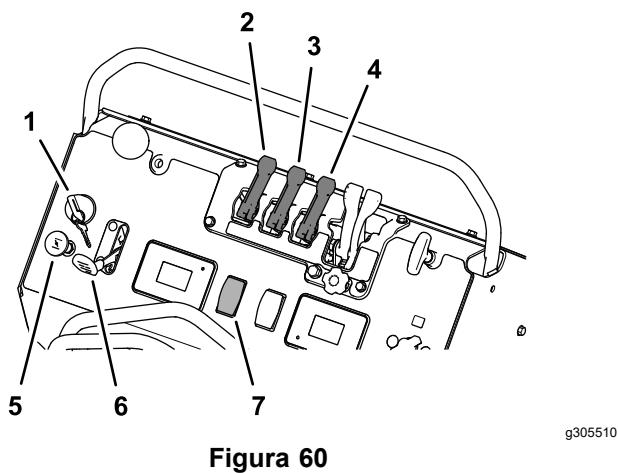

Figura 60
3. Ponga el freno de estacionamiento, mueva la palanca de control de la dirección/control de movimiento a la posición de PUNTO MUERTO, y arranque el motor (Figura 60); consulte Cómo arrancar el motor (página 25).
4. Pulse el interruptor de la bomba de fumigación a la posición de ACTIVADO, y ponga el acelerador en la posición de RÁPIDO (Figura 60).
5. Tire de la palanca de agitación del depósito a la posición de ACTIVADO (Figura 60).
1. Tire hacia atrás de las palancas de patrón de fumigación ancho y estrecho, hasta la posición de ACTIVADO (Figura 60).
6. Mueva las palancas del patrón de fumigación hacia adelante a la posición de DESACTIVADO, ponga el interruptor de la bomba de fumigación en la posición de DESACTIVADO y apague el motor (Figura 60).